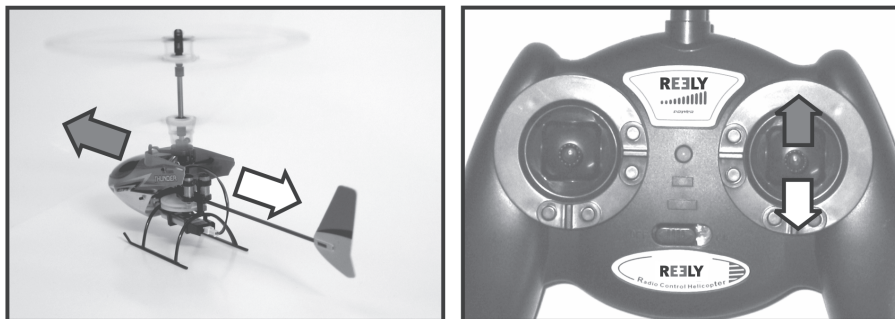

Figure 14
La fonction Tangage permet de déplacer le modèle réduit d'hélicoptère vers l'avant et vers l'arrière (voir figure 14). La commande s'effectue également à l'aide du levier de commande de droite (voir également figure 1, pos. 3).